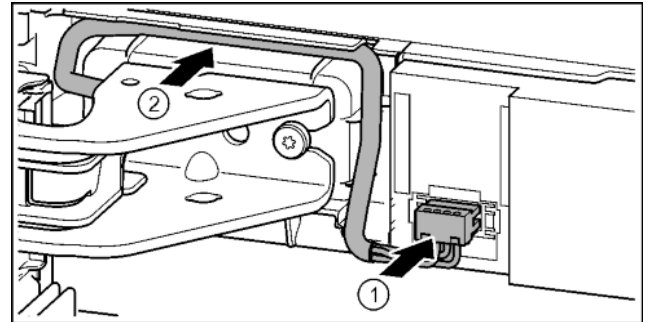

Fig. 42
- ▶ Innestare la spina sul blocco di supporto superiore e facendo attenzione posare i fili del cavo nel canale. *Fig. 42 (1)*
- ▶ Posare con attenzione il cavo grigio nella guida sopra il blocco di supporto superiore. *Fig. 42 (2)*